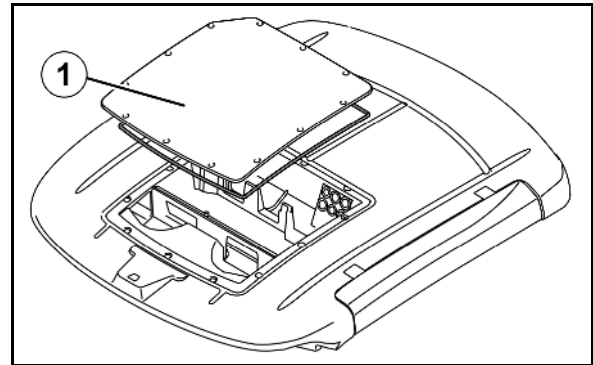

Fig. 195
2. Rengjør fordamperen (Fig. 195/2) og varmtvannsradiatoren (Fig. 195/3) med trykkluft (maksimalt 5 bar).
3. Skift ut skadde tetninger (Fig. 195/1) under dekselet.